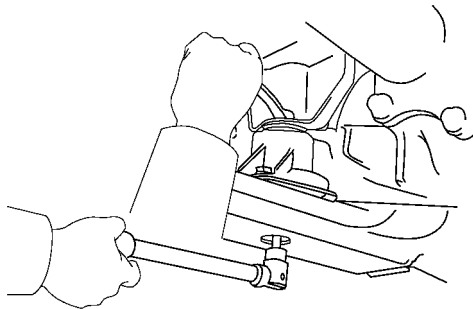

图 14-74 安装后支架螺栓
(3) 安装后支架螺栓。将后支架固定到横梁上的螺栓，如图 14-74 所示。